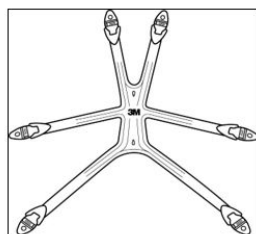

Fig.21
3. Coloque o tirante de cabeça em uma superfície plana com o logotipo da 3M voltado para cima (Fig. 21).